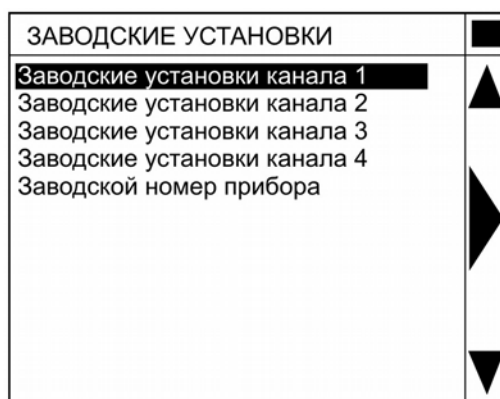

Рисунок 16 — Меню «ЗАВОДСКИЕ УСТАНОВКИ»
3.4.7.1 Если в «Главном меню» активировать строку «Заводские установки», то на экран выводится соответствующее меню (рисунок 16).